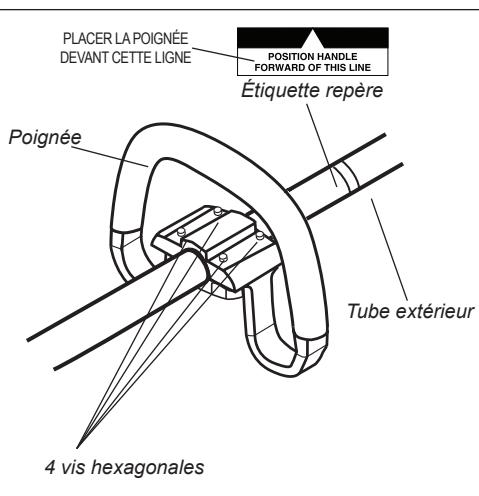

Figure 8B
2. Desserrer les quatre vis hexagonales sur la poignée et faire pivoter la poignée de 90 degrés. Voir figure 8B.